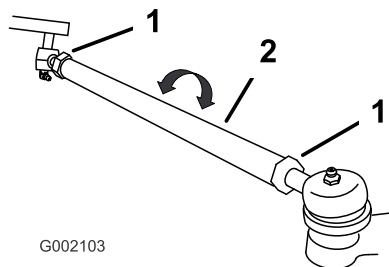

Bild 44
3. Lockern Sie die Klemmmuttern an beiden Seiten der Zugstangen (Bild 44), wenn das Maß nicht im angegebenen Bereich liegt (siehe die Abmessungen und Parameter am Anfang dieses Vorgangs).